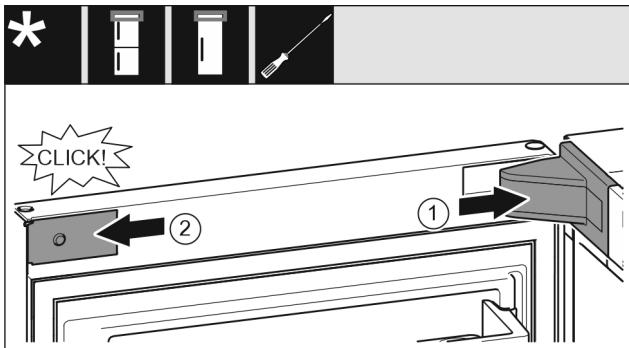

Fig. 24
- 放上并插入托架盖 Fig. 24 (1)，如有必要小心地按压分开。
- 将隔板 Fig. 24 (2) 放置到侧面并插入。